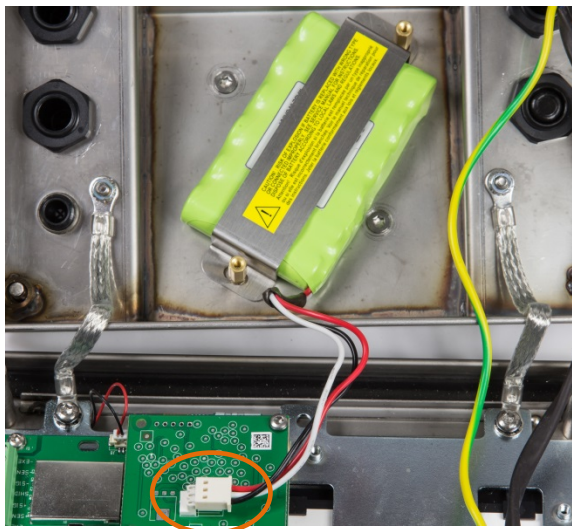

Figura 2-22: Batería NiMH instalada en el IND236
2. Coloque la batería en el compartimiento y asegúrela con el soporte proporcionado y dos postes hexagonales, como se muestra en la Figura 2-22.
3. Conecte el cable de la batería en el conector de la tarjeta de carga, como se indica en la Figura 2-22.